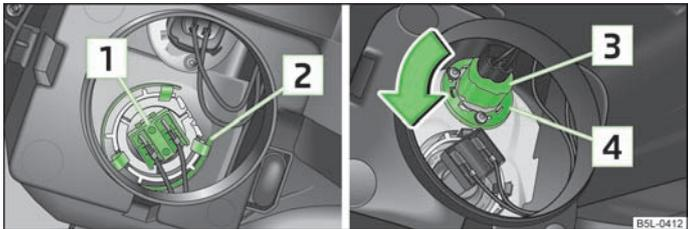

Abb. 172 Ausbauen: Glühlampe für Nebelscheinwerfer / Glühlampe für Tagfahrlicht
- Den Stecker **1** abziehen » Abb. 172.
- Den Stecker **3** abziehen » Abb. 172.